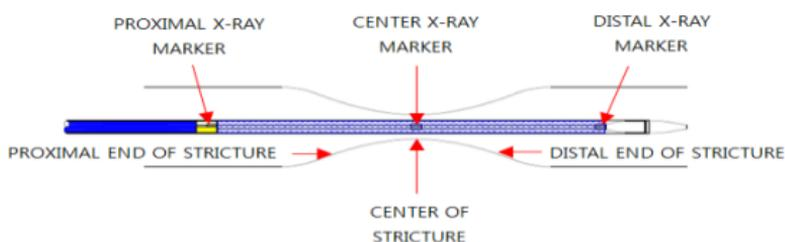

Рис. 4
- d) Когда центральная рентгеноконтрастная метка достигнет центра стриктуры, продолжайте оттягивать Y-образный соединитель назад, пока стент не будет полностью установлен (см. рис. 4, 5).
- Когда центральная рентгеноконтрастная метка достигнет центра стриктуры, продолжайте оттягивать Y-образный соединитель назад, пока стент не будет полностью установлен (см. рис. 4, 6).